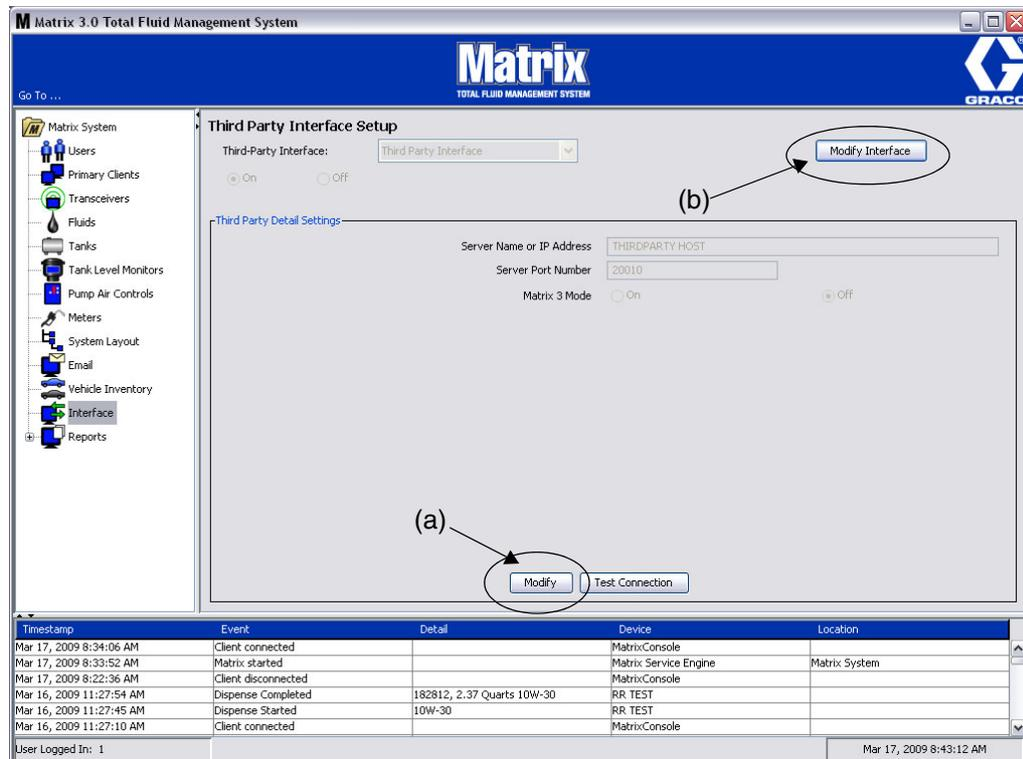
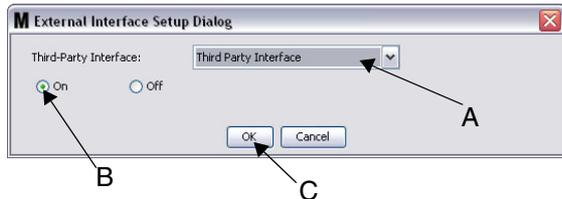

FIG. 162
FIG. 164 Finestra di dialogo External Interface Setup (Configurazione dell'interfaccia esterna)
1. Fare clic sul pulsante **Modify** (Modifica) (a) (FIG. 162, a pagina 118) per visualizzare la finestra di dialogo External Interface Setup (Configurazione dell'interfaccia esterna).
1. Fare clic sul pulsante **Modify Interface** (Modifica interfaccia) (b) (FIG. 162). È visualizzata la finestra di dialogo External Interface Setup (Configurazione dell'interfaccia esterna) illustrata in FIG. 164. La finestra di dialogo è utilizzata per specificare l'interfaccia di terze parti che si sta utilizzando.
2. Dal menu a discesa (A - FIG. 164) selezionare Third Party Interface (Interfaccia di terze parti).
3. Fare clic sul pulsante **“ON”** (B - FIG. 164). Third Party Interface (Interfaccia della terza parte) consente a Matrix di utilizzare l'interfaccia della terza parte.
4. Fare clic sul pulsante **OK** (C - FIG. 164) per chiudere la schermata e confermare la propria selezione.